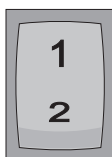

Fig. 2
För att anpassa mängden bränsle på högre höjder monteras en andra pump (Fig. 1-4) parallellt med den vanliga pumpen. Denna pump pumpar inte lika mycket bränsle (har ett lägre volymflöde). Via en omkopplare (Fig. 2) inuti fordonet kan man växla mellan de båda pumparna.
- ▶ Ställ in omkopplaren (Fig. 2) på läge 1. Värmaren kan användas på höjder upp till 1500 m.
- ▶ Ställ in omkopplaren (Fig. 2) på läge 2. Värmaren kan användas på höjder från 1500 m upp till 2750 m.